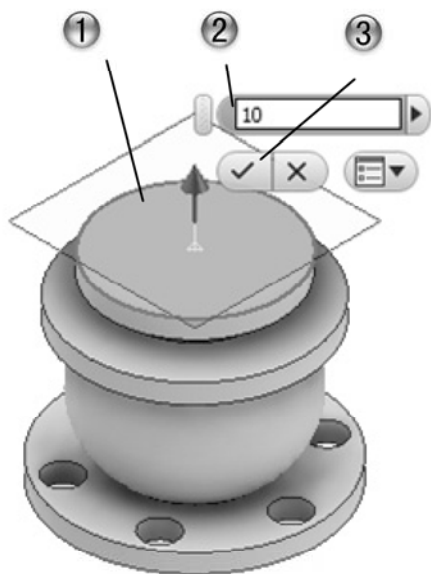

图 1-49 创建定位面
①选择参考面。
②在绘图区中，设置偏移参数。
③ 单击【确定】按钮, 完成定位面的创建, 如图 1-49 所示。